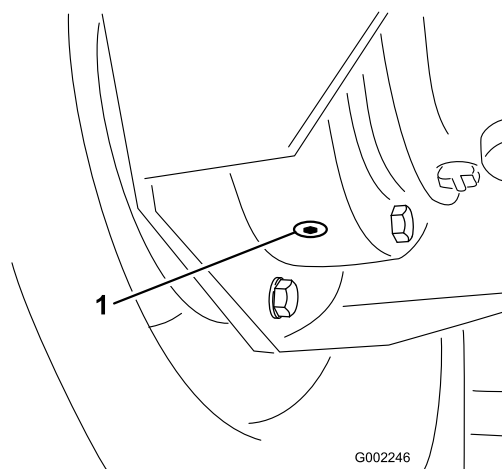

図 77
4. 内側のドレンプラグの下に容器を置き、このプラグを外す 図 77。